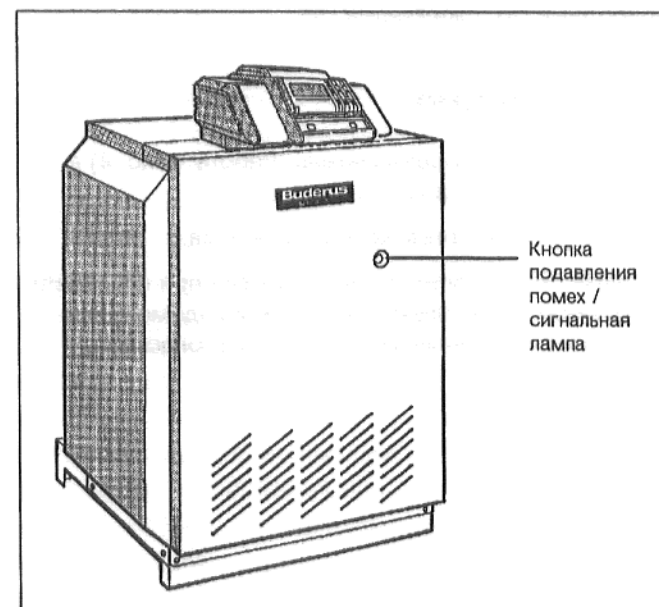

Рис. 3: Кнопка подавления помех
- Если на кнопке подавления помех горит сигнальная лампа (Рис. 3), нажать кнопку подавления помех.